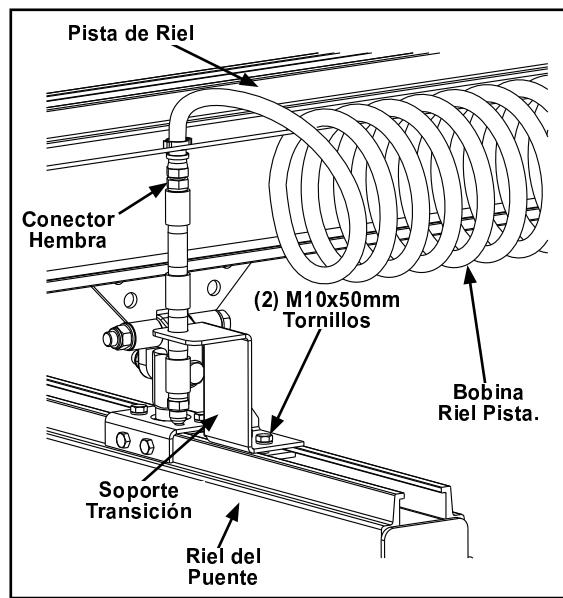

Figura 3-120
- Paso 1. Instale ensamble de soporte de transición a Riel del Puente. Vea Figura 3-120.
- Paso 3. Apriete tornillos M10 para asegurar soporte a canal del riel. **Apriete hasta asentar tornillos + ¼ vuelta**. No apriete de más, puede doblar el soporte. Conecte extremo de manguera de Riel Ppal. A soporte de transición. Vea Figura 3-120.